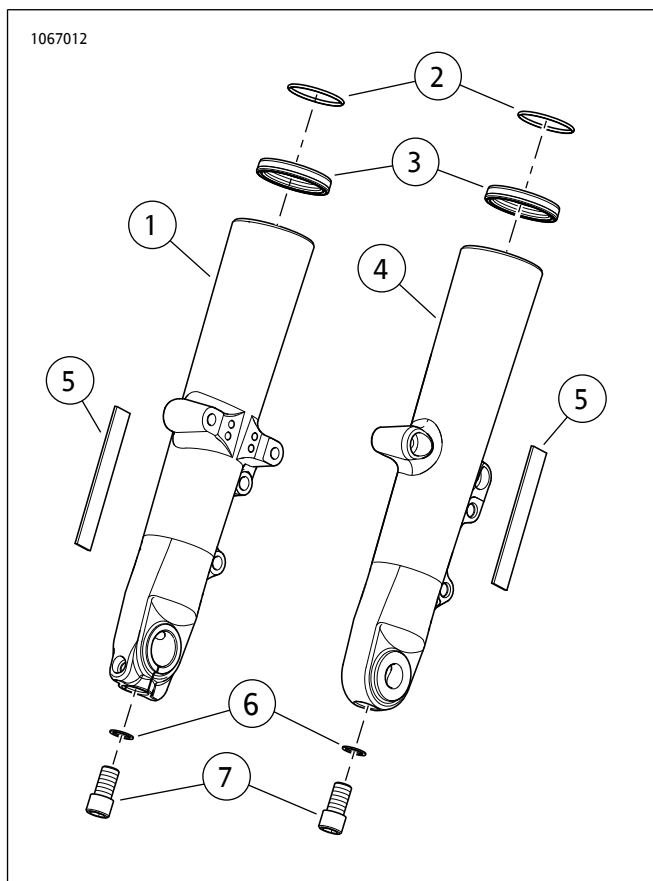

图2。维修零件：镀铬/黑色前叉滑管
参见图2和表1。
- a. 使用套件中的新镀铬或黑色前叉滑管(参见图2：项目1和4) 更换原来的前叉滑管。
- b. 使用套件中的新滑管油封(3) 更换每侧原来的滑管油封。
8. 去掉双面泡沫胶带一侧的衬垫(参见图2：项目5)。将胶带置于反光片背后。用力将其按压到位。对剩余反光片重复执行此操作。